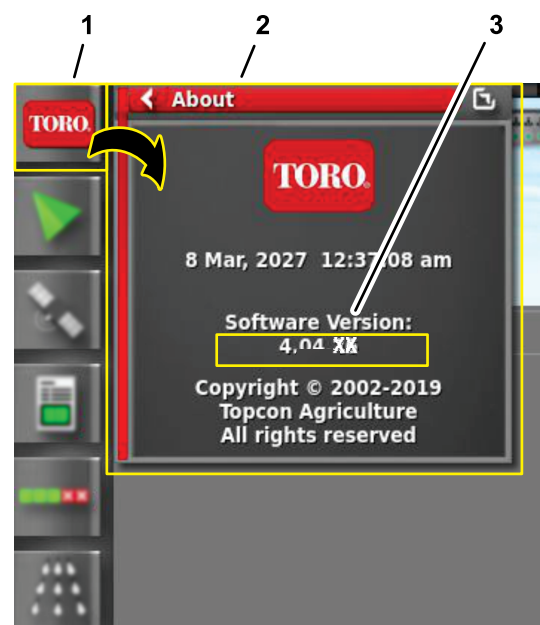

Figura 158
2. Premete l'icona INFORMAZIONI (Toro) nell'angolo in alto a sinistra del quadro di comando (Figura 158).